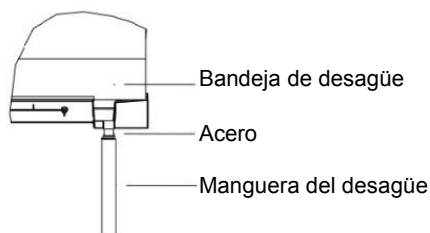

Fig. 21
- (1). Para determinar la posición de la manguera de desagüe, realice los siguientes procedimientos.
- (2). Inserte el tubo de desagüe en la salida de desagüe de la unidad y luego apriete la abrazadera firmemente con cinta adhesiva. (Fig. 21)
- (3). Conecte el tubo de desagüe de extensión al tubo de desagüe y luego apriete la abrazadera con cinta adhesiva.